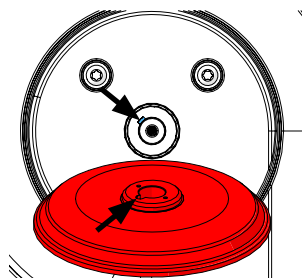

Fig. 15
- Mettre en place la bride de support neuve >>> **tenir compte de l'enclenche (Fig. 15).**